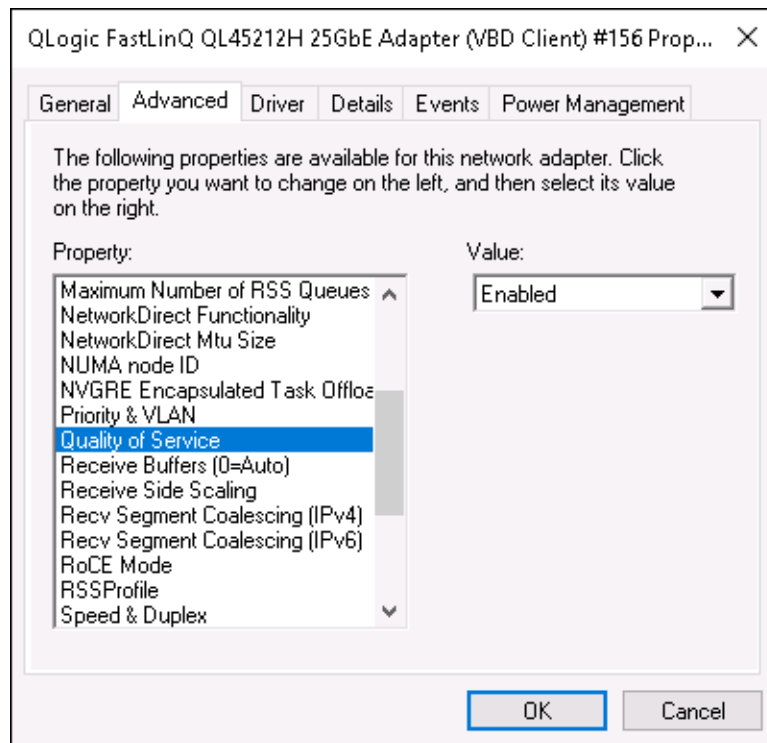

Abbildung 9-11. Erweiterte Eigenschaften: Aktivieren von QoS
- a. Wählen Sie auf der Seite „Advanced properties“ (Erweiterte Eigenschaften) des Adapters (Abbildung 9-11) unter **Property** (Eigenschaft) die Option **Quality of Service** (Servicequalität) aus und setzen Sie den Wert auf **Enabled** (Aktiviert).